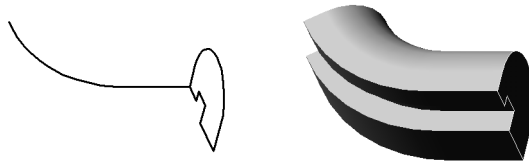

Рис. 83.5. Эскизы и элемент, образованный кинематической операцией
- ▼ **Кинематическая операция** — перемещение эскиза вдоль указанной направляющей (рис. 83.5).